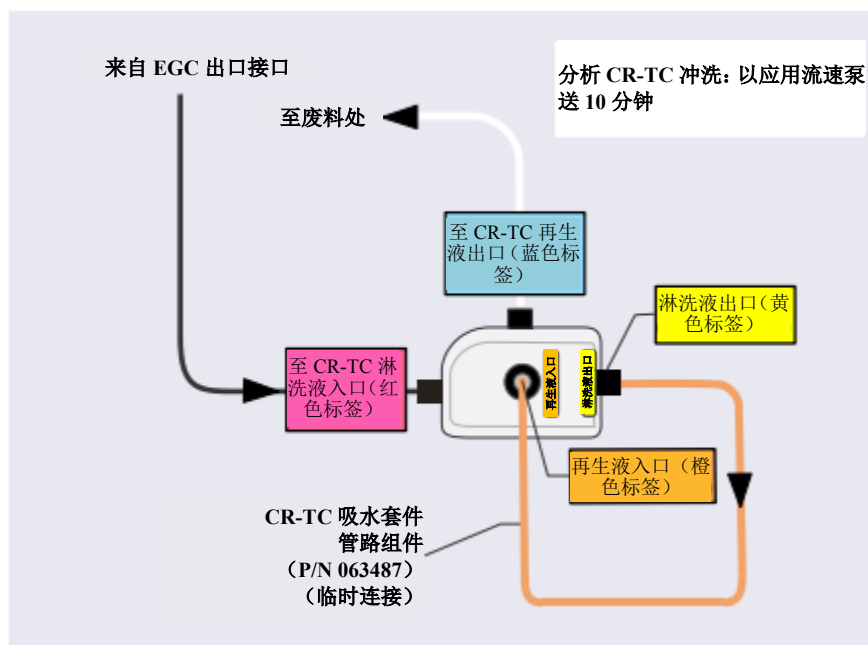

图 10-30. 分析 Dionex CR-TC 600 吸水管路系统
2. 参照图 10-30, 进行 Dionex CR-TC 600 上四个接口的管路连接。